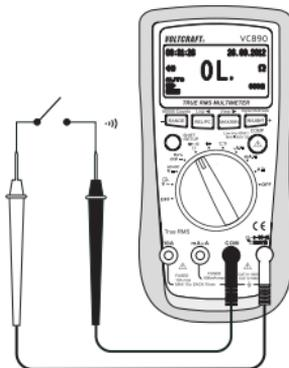

图 7
1. 开启 DMM 并选择量程“ Ω ”。按下 SHIFT/SETUP 键 (3), 直至通断测试符号 \rightarrow 出现。
2. 将红色测试引线插入 $^{\circ}\text{CHzV}\Omega$ 测量插口 (7), 将黑色测试引线插入 COM 测量插口 (8) (图 7)。